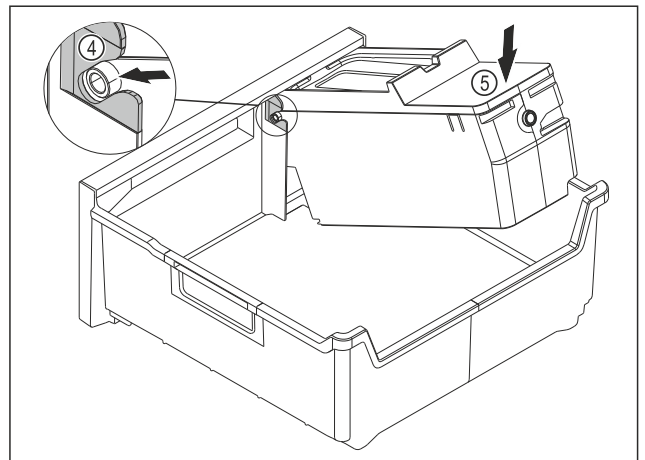

Fig. 121
- ▶ EasyTwist-Ice-Korpus montieren: Achsen des EasyTwist-Ice-Korpus in die Führungen Fig. 121 (4) einschieben.
- ▶ EasyTwist-Ice-Korpus Fig. 121 (5) hinten nach unten drücken.